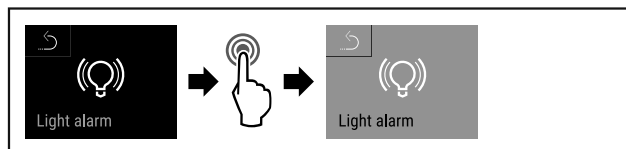

Fig. 151
- ▶ Eseguire i passi (vedere Fig. 151).